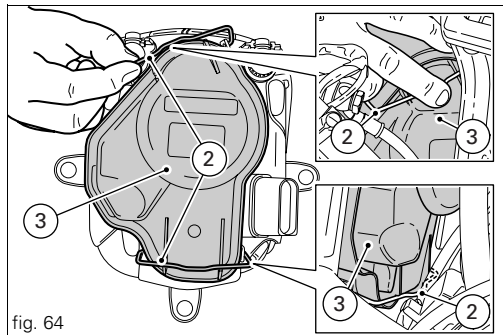

fig. 64
Per accedere alle lampade del proiettore occorre sganciare le mollette (2), superiore e inferiore, operando dai lati del cupolino fisso nella zona sotto al cruscotto (fig. 64), e aprire il coperchio (3).